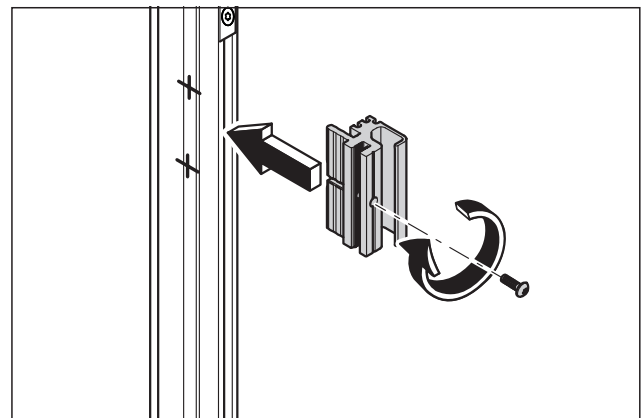

Abb. 31 Die Zargenklemmstücke auf der Bandseite anbringen.
- Das Grundprofil für die Zarge ausrichten (Abb. 31).